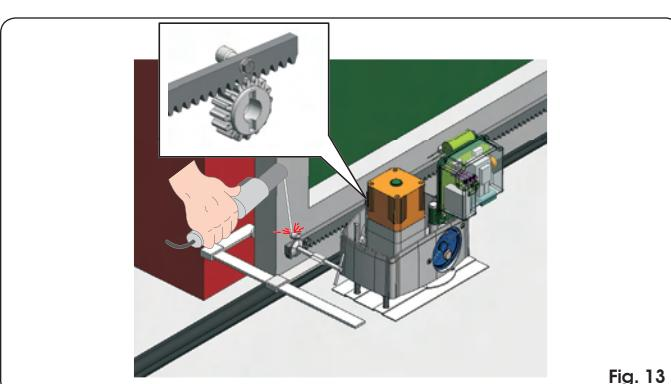

Fig. 13
3. Leg het eerste stuk van de tandheugel vlak op het tandwiel, en las het palletje met schroefdraad op de poort zoals aangegeven in Fig. 13.